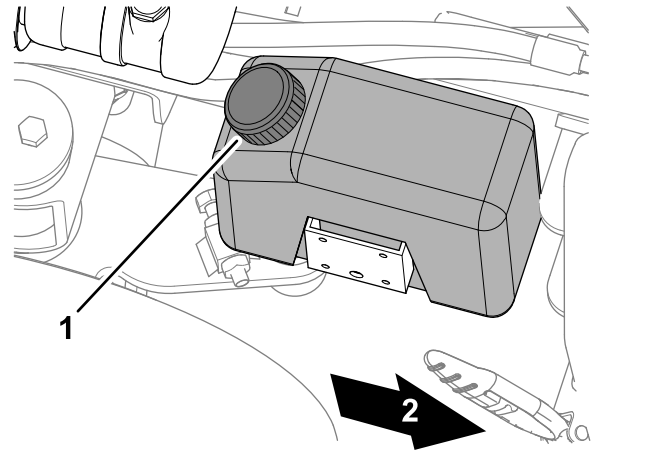

Figura 13
2. Retire el tapón del depósito del lavaparabrisas (Figura 13).
4. Coloque el tapón del depósito del lavaparabrisas (Figura 13).